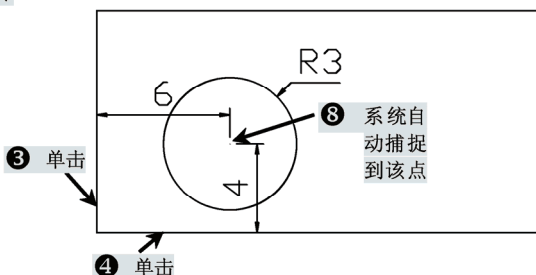

图 6-18 距离选项
- ☑ 距离 (DI): 通过指定距离矩形两条边的长度来确定圆的中心点。例如用户要绘制一个圆, 执行“圆”命令后, 再执行“矩形中心”命令 (ampsnapcen), 指定两条边, 选择“距离”选项, 再输入距两条边的距离, 在命令行中将显示如下提示信息, 如图 6-18 所示。